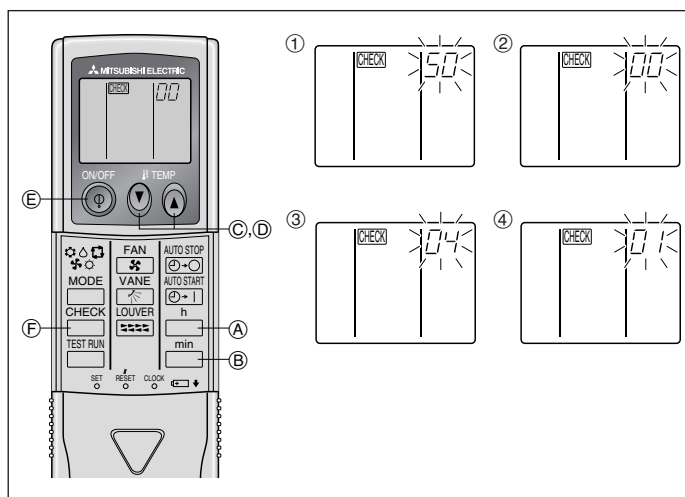

Fig. 6-9
- ⑧ Pulse el botón MODE (E) para que el modo y el número de configuración (I) y (II) estén continuamente activados y se pueda confirmar el contenido de la configuración.
- ⑨ Mantenga simultáneamente presionados los FILTER (A) y TEST RUN (B) durante dos segundos por lo menos. La pantalla de selección de funciones desaparecerá momentáneamente y aparecerá la visualización de desconexión (OFF) del acondicionador de aire.
2) Para controlador remoto inalámbrico (Fig. 6-9)
- ① Vaya al modo de selección de función